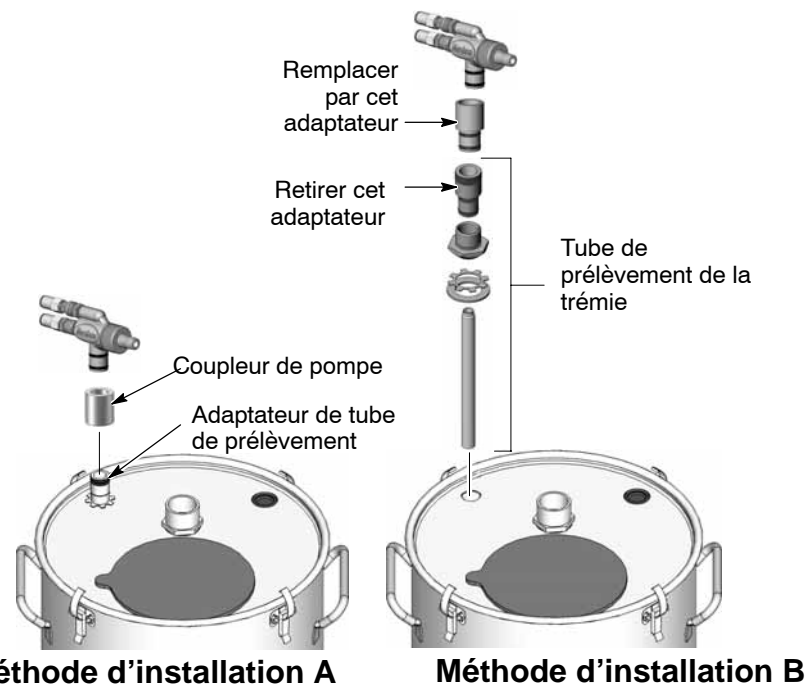

Fig. 1 Installation de la trémie
**Montage de la trémie :** Voir la figure 1. La pompe est fournie avec un coupleur et un adaptateur de pompe. Chacun de ces deux éléments peut être utilisé pour monter la pompe sur la trémie :
**Montage du dispositif d'alimentation vibrant :** Pour le système mobile Encore, monter la pompe sur l'adaptateur de tube de prélèvement avec un léger mouvement de torsion. Pour tous les autres systèmes VBF, voir figure 1, méthode d'installation A. Monter le coupleur de pompe sur l'adaptateur de tube de prélèvement avec un léger mouvement de torsion. Monter la pompe dans le coupleur avec un léger mouvement de torsion.